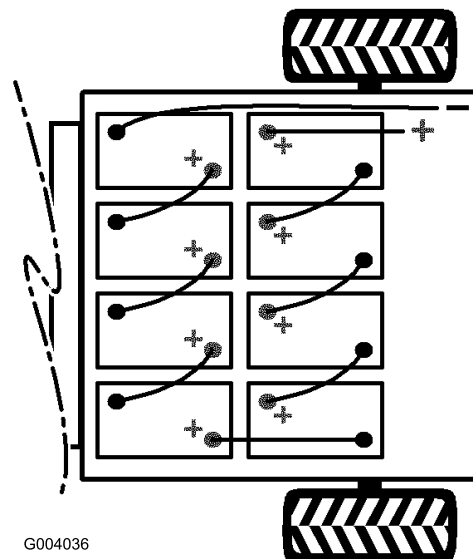

図 29
2. バッテリーと車体を接続している長いマイナス・ケーブル（黒）をバッテリー端子から外す（図 29）。
3. バッテリーと車体を接続している長いプラス・ケーブル（赤）をバッテリー端子から外す（図 29）。
**注** バッテリーを新しく積み込む場合には、極性に十分注意してください（図 29）。
9. 図 29 に示すように、先ほど外したバッテリー・ケーブルで、バッテリーを相互に接続する。
10. プラスのメイン・ケーブル（赤）でバッテリーを車両に接続する（図 29）。
11. マイナスのメイン・ケーブル（黒）でバッテリーを車両に接続する（図 29）。